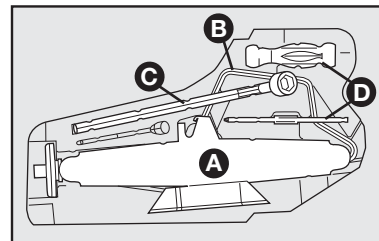

fig. 5
- Quite el crique **A**-fig. 5, llave de accionamiento del crique **B**-fig. 5, llave de rueda **C**-fig. 5 y la llave con prolongación, ubicada detrás del crique.